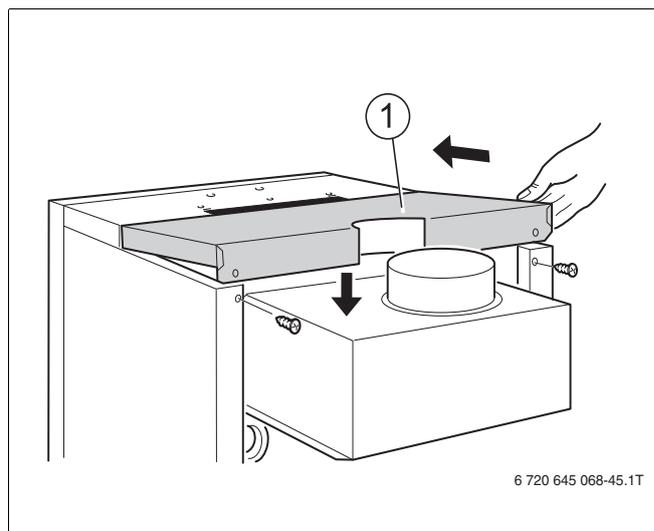

Рис. 19 Установка задней крышки котла
- Задвинуть заднюю крышку котла с язычками под переднюю крышку и нажать на нее сзади (Рис. 19).